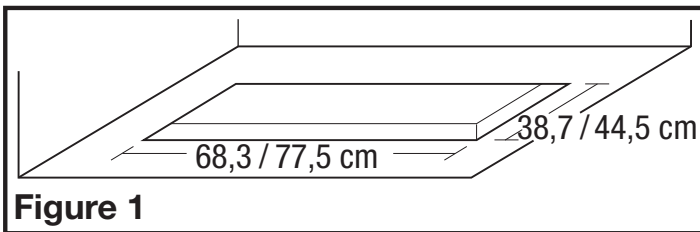

Figure 1
- PIN30** : Découpez un trou de 77,5 cm de large sur 44,5 cm de profond dans l'armoire ou le couvert dans lequel sera monté l'unité (**Figure 1**):